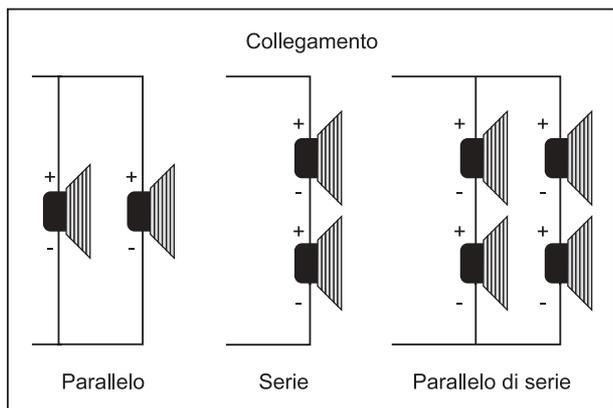

Fig. 4.1: rappresentazione grafica delle diverse configurazioni circuitali
**Osservare a riguardo anche le figure 4.1 e 4.2.**